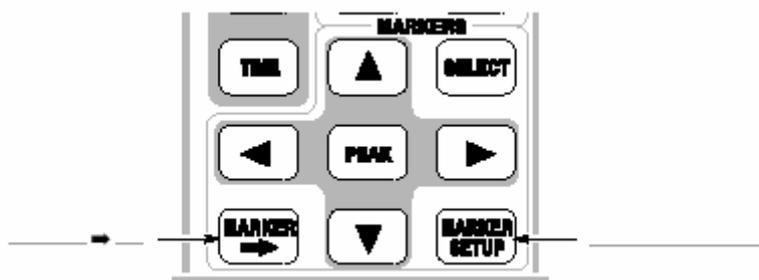

图 2-78 MARKER 键
1. 按压前面板的 MARKER : SETUP 键 (见图 2-78)。